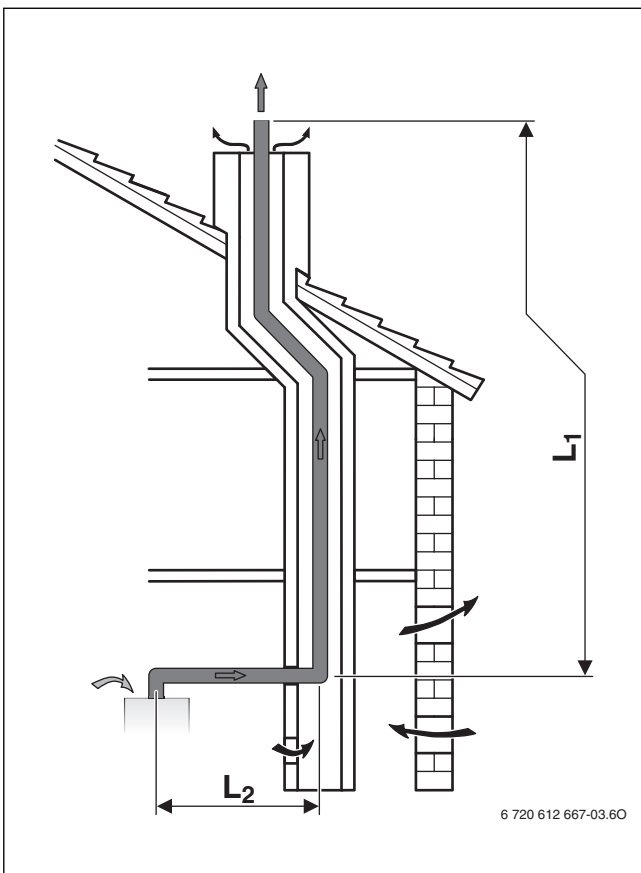

Fig. 14 Configuration B_{23p} horizontale
- Si les produits de combustion sont évacués dans un conduit ventilé (→ fig. 14, 15, 16 et 17), le nettoyage n'est pas nécessaire.